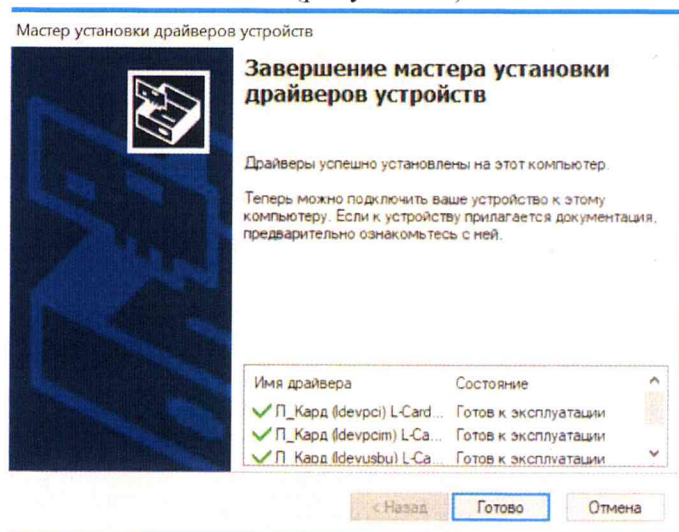

Рисунок 21
9) В появившемся окне нажмите «Готово» (рисунок 21).